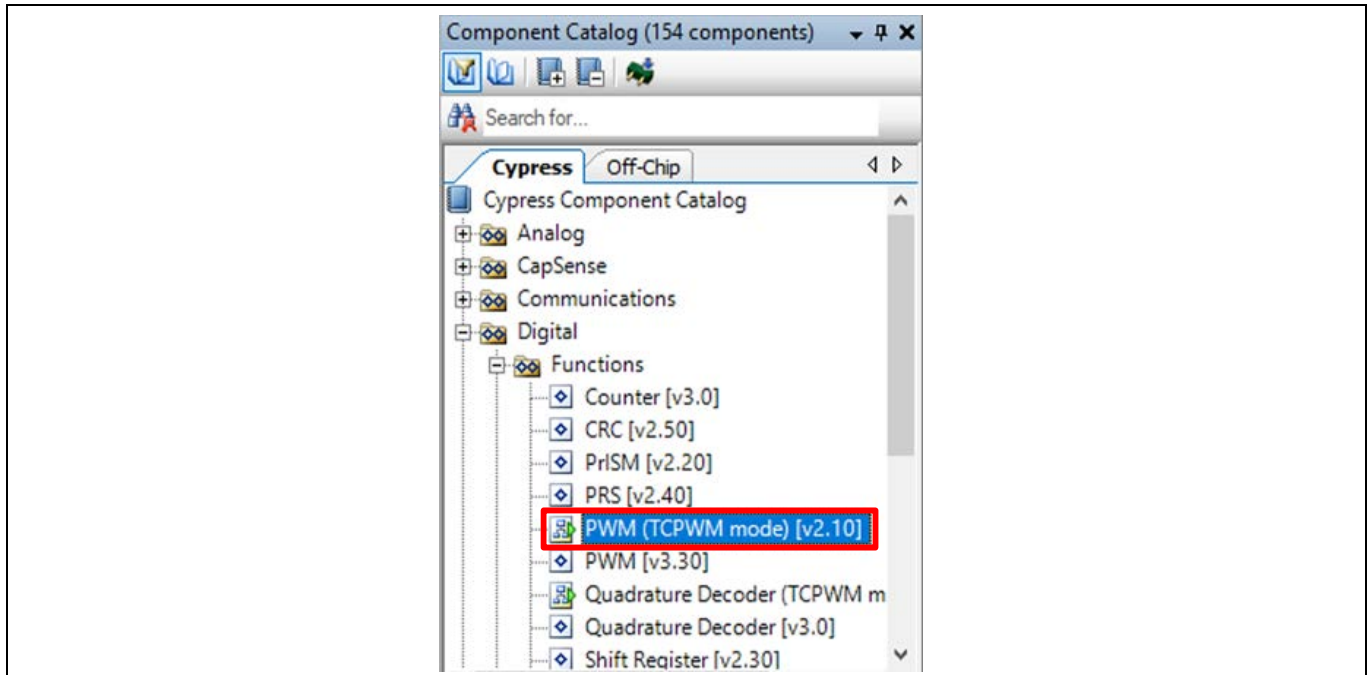

Figure 38 PWM コンポーネントの配置
6. Figure 38 に示すように、**Component Catalog** から回路図に 1 つの **PWM (TCPWM mode)** コンポーネントをドラッグしてください。